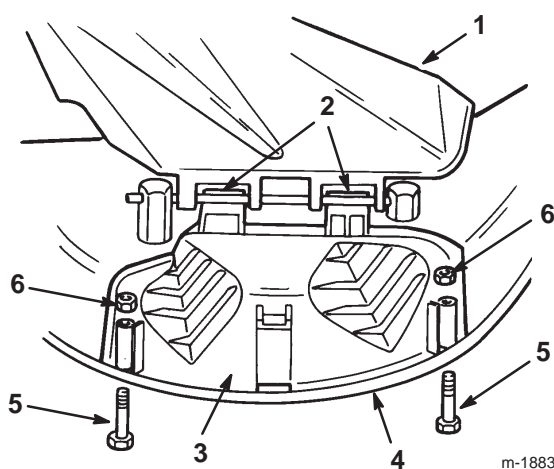

Figure 14
4. Abaissez l'obturateur d'éjection jusque sur le bord inférieur du carter de tondeuse pour fermer l'ouverture (Fig. 14).
5. Fixez l'obturateur d'éjection au bord inférieur du carter de tondeuse à l'aide des boulons et des écrous (Fig. 14).